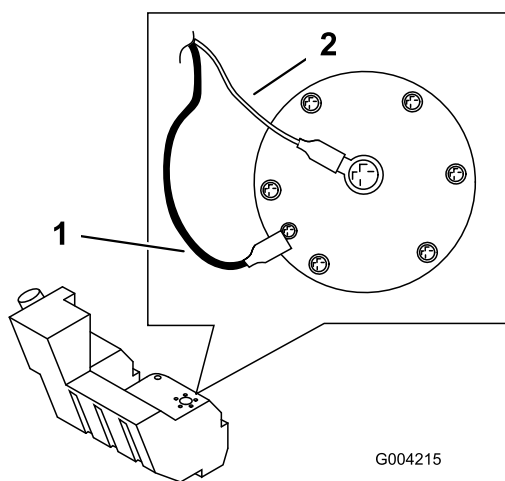

Figura 59
12. Staccare i due cavi diretti verso il lato destro del serbatoio (Figura 59).
19. Sul lato destro del serbatoio, collegare il cavo arancione al polo centrale e il cavo nero al polo esterno (Figura 59).